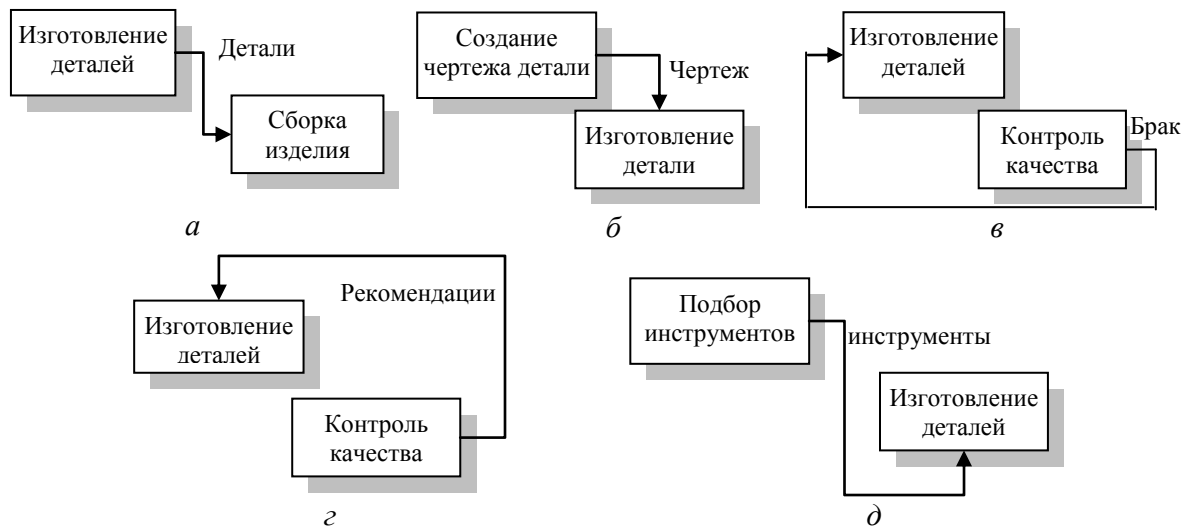

Рис. 2.4. Типы связей блоков:
Для связи функций между собой используются **внутренние стрелки**, т. е. стрелки, которые не касаются границы диаграммы, начинаются у одного и кончаются у другого блока. В IDEF0 различают пять типов связей блоков (рис. 2.4).
**Связь по входу**, когда стрелка выхода предыдущего блока направляется на вход следующего, нижестоящего, блока. Например, на рис. 2.4 *а* стрелка "Детали" связывает работы "Изготовление деталей" и "Сборка изделия".
**Связь по управлению**, когда выход вышестоящего блока направляется на управление нижестоящей. На рис. 2.4 *б* стрелка "Чертеж" связывает функции "Создание чертежа детали" и "Изготовление детали", при этом чертеж не претерпевает изменений в процессе изготовления деталей.
**Обратная связь по входу**, когда выход нижестоящего блока направляется на вход вышестоящего. Такая связь, как правило, используется для описания циклов. На рис. 2.4 *в* стрелка "Брак" связывает функции "Изготовление деталей" и "Контроль качества", при этом выявленный на контроле брак направляется на вторичную переработку.
**Обратная связь по управлению**, когда выход нижестоящего блока направляется на управление вышестоящего (стрелка "Рекомендации", рис. 2.4 *г*). Обратная связь по управлению часто используется для корректировки управления (регулирования) по результатам контроля.
показывает, что одна функция подготавливает ресурсы, необходимые для проведения другой (стрелка "*Инструменты*" на рис. 2.4 д).